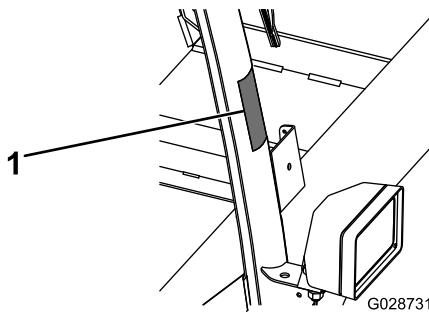

Figure 36
- Collez la bande réfléchissante jaune, comme montré à la Figure 36.
- Disposez le joint avant, le joint droit, le joint gauche et le joint arrière sur le toit et le pavillon intérieur, comme montré à la Figure 36.